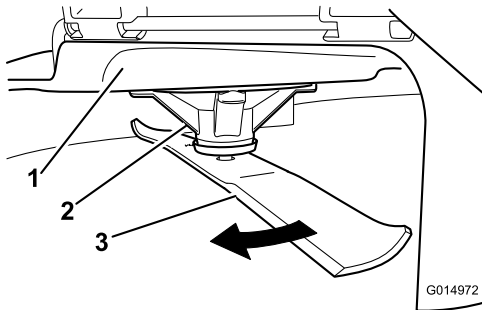

Bild 53
2. Tragen Sie dicke Handschuhe oder andere angemessene Handschuhe und drehen Sie das Messer, das Sie messen möchten, langsam in eine Stellung, in der das Messen des Abstands zwischen der Schnittkante und der ebenen Fläche der Maschine möglich ist (Bild 53).